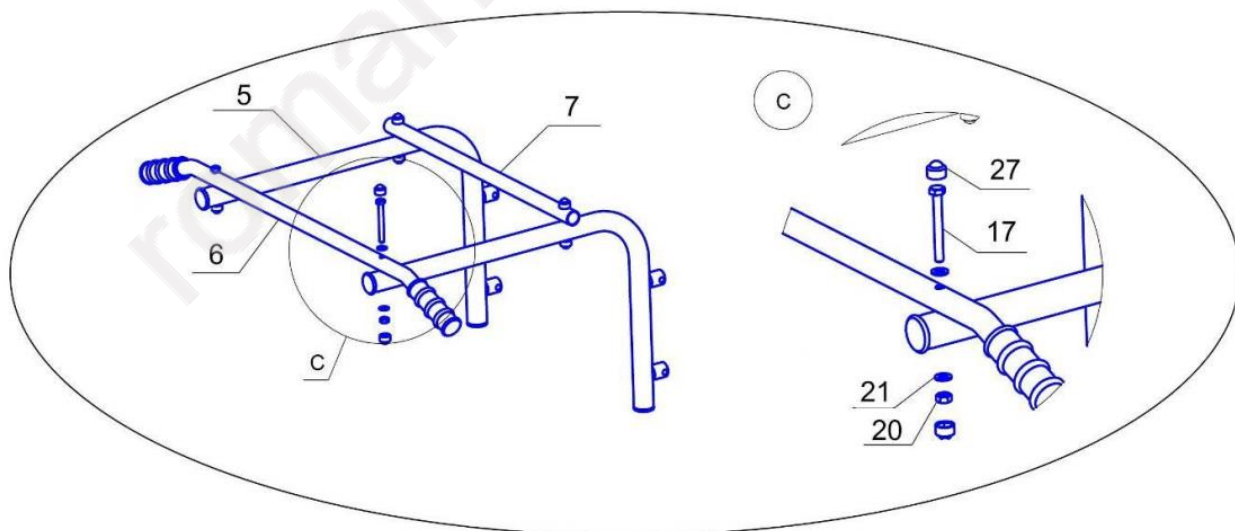

Rys.5
5.5.6 Dokończ montaż rozporowy za pomocą śruby poz.18. Wypoziomuj drabinę, dokręć na sztywno wszystkie szczelnie. **ZABRANIA SIĘ WYKRĘCAĆ ŚRUBĘ POZ.18 WIĘCEJ NIŻ NA 70mm!** (patrz rys.5). Po zainstalowaniu drabinki dokręć nakrętkę kontruującą poz.19.